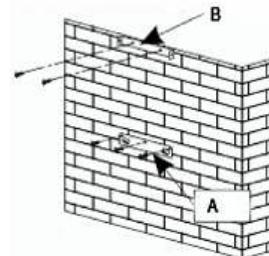

Bild. 1
Om du har ett utlopp till utomhusmiljö (bild. 1)
- Borra de tre hålen med en diameter på 8 mm på en lämplig plats på väggen och sätt i pluggarna (del A, bild 1).
- Säkra kåpans upphängningssenhet och se till så att den sitter helt plant (del A, bild 1.)
- Beräkna den definitiva höjden för att fixera kanalkonsolens U-fäste (del B, bild 1).
- Borra hål med 8 mm diameter och se till så att de är fixerade på stödfästet längs samma axel som kåpan (del B, bild 1).